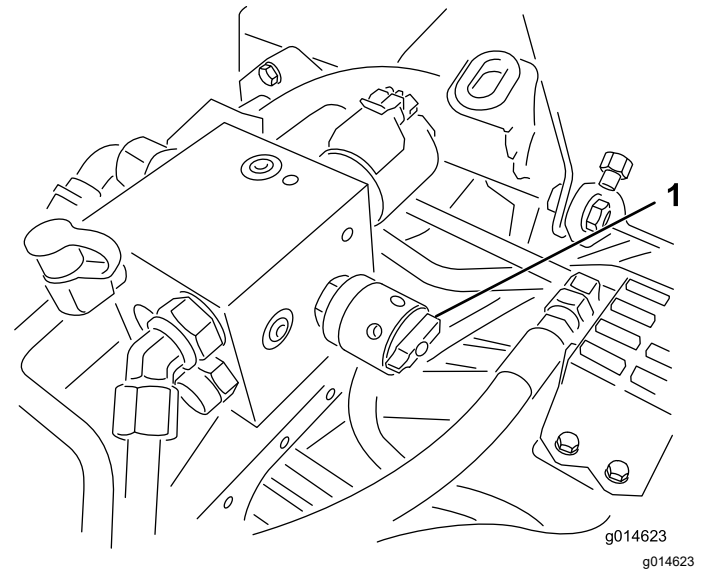

Figure 57
- Gire el control de velocidad del molinete a la posición 1 (Figure 57).
4. Ajuste la velocidad de los molinetes girando el pomo (Figure 57) hasta que las flechas estén alineadas con el número determinado en el paso 3.